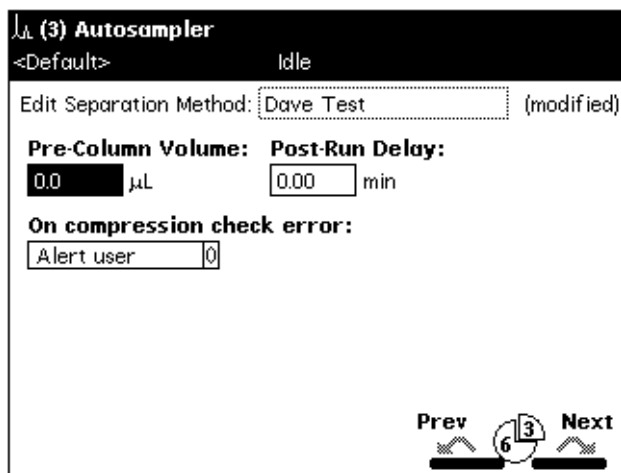

图 6-6 自动进样器屏幕
1. 按 **Next**（下一屏）或 **Prev**（上一屏）屏幕键（如果适用），以显示 Autosampler（自动进样器）屏幕（图 6-6）。